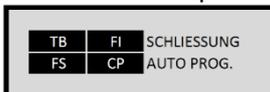

Abbildung 30: Schließung
8. „SCHLIESSUNG“ erscheint auf dem Display mit dem Schriftzug „AUTO PROG.“ Siehe *Abbildung 30: Schließung*.
9. Das Tor schließt selbstständig bis zum hinteren Anschlag, überprüft den hinteren internen Anschlag nochmals und speichert den Anschlag ab. Siehe *Abbildung 30: Schließung*.